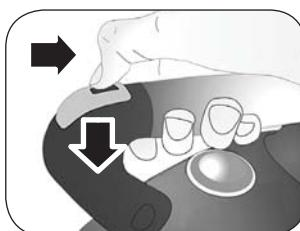

Abb. 6
- 1 Den Dampfregler (K) auf "+" stellen.
- 2 Die Bügeltemperatur am Bügeleisen-Temperaturregler (F) über das Symbol (●●●) stellen.
- 3 Abwarten, bis sich die Kontrolllampe (C) des Bügeleisens ausgeschaltet hat.
- 4 Abwarten, dass sich die Kontrolllampe Dampfbereitschaft (M) einschaltet.
- 5 Den Dampfknopf drücken (D). Die Verriegelung (E) gegen den Griff (Abb. 6) schieben. Die Verriegelung für Dauerdampf (E) blockiert die Taste und sorgt damit für die Abgabe eines kontinuierlichen und konstanten Dampfstrahls.